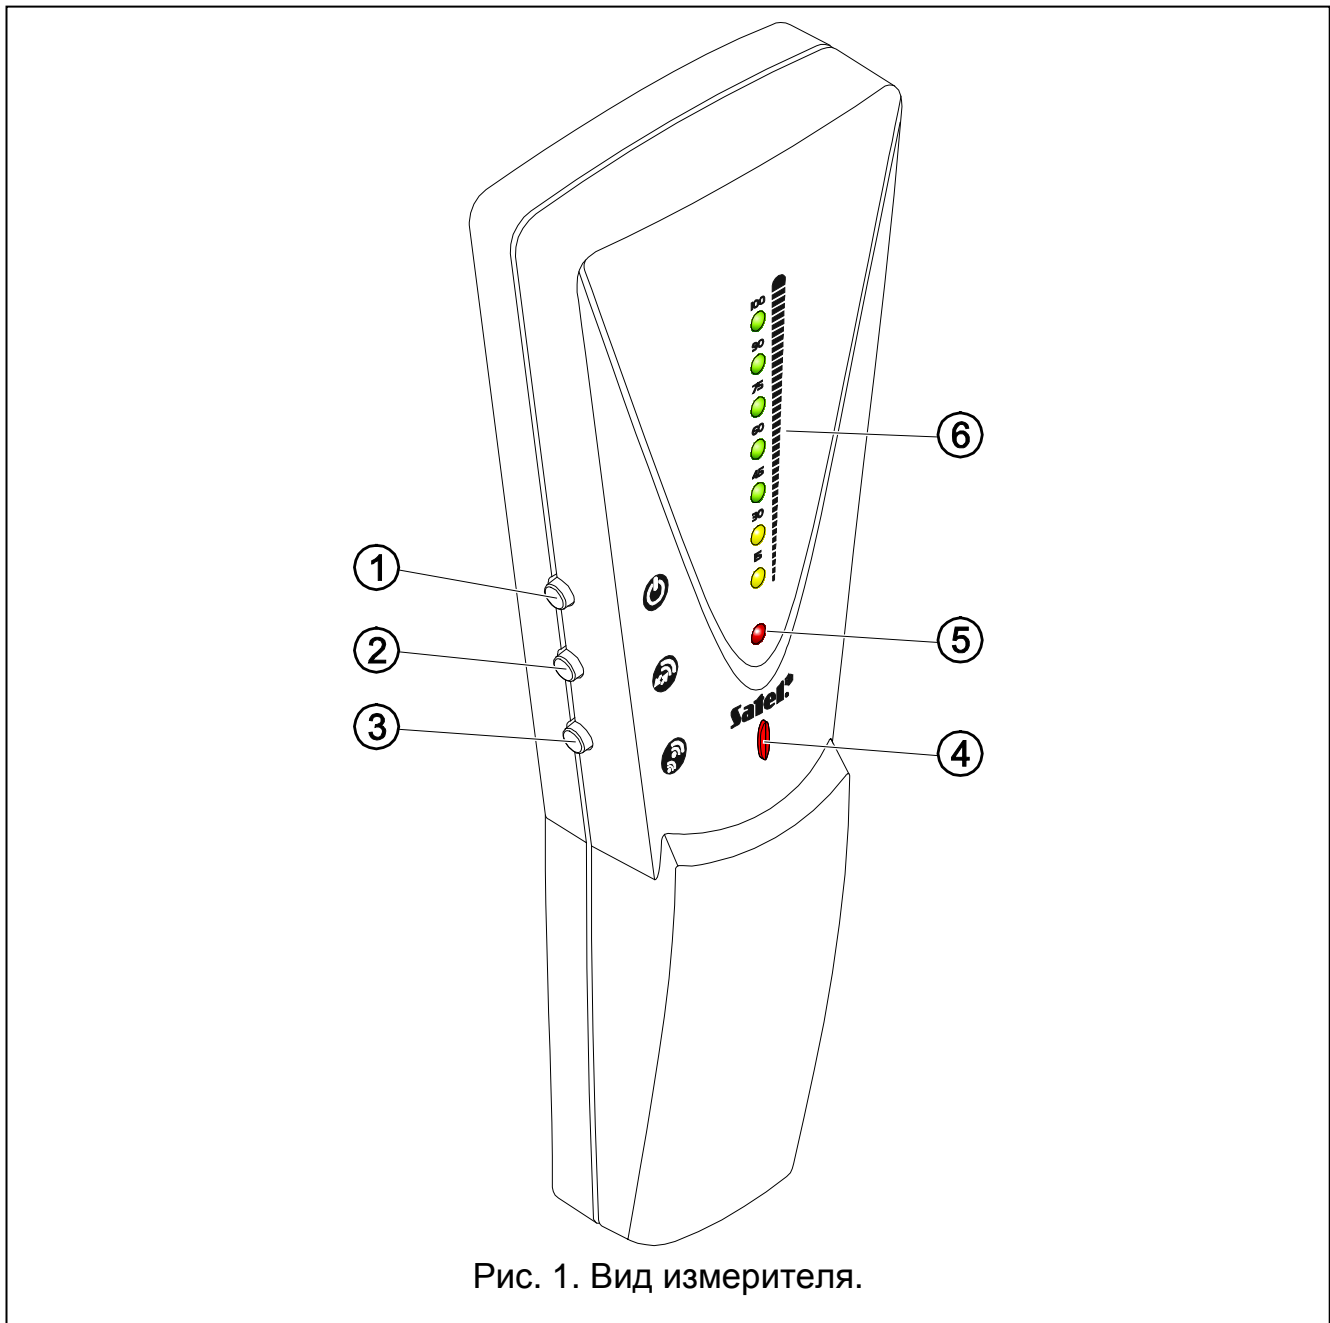

Рис. 1. Вид измерителя.
Пояснения к Рис. 1:
- 2 – **кнопка** (обозначенная ) **позволяет выбрать рабочий режим светодиодного индикатора**. После включения ARF-100 светодиодный индикатор показывает уровень сигнала, принимаемого измерителем от контроллера АСУ-100. Данный режим сигнализируется включением красного светодиода (обозначенного на Рис. 1 цифрой 5). Нажатие кнопки переключает индикатор в режим отображения информации об уровне радиосигнала, принимаемого контроллером от измерителя (красный светодиод начинает мигать). Очередное нажатие кнопки опять переключает рабочий режим светодиодного индикатора.
- 3 – **кнопка** (обозначенная ) **позволяет выбрать режим питания беспроводного устройства, имитируемого измерителем**. Режим питания сказывается на уровне радиосигнала устройства. ARF-100 после запуска имитирует работу беспроводного устройства, питающегося от внешних источников. Нажатие кнопки вызывает переключение измерителя в режим имитации беспроводного устройства с батарейным питанием. В этом режиме светодиод, обозначенный на Рис. 1 цифрой 4, светит красным цветом. Если светодиоды индикатора уровня сигнала были включены, то они погаснут и включатся опять только во время следующего опроса, показывая обновленный уровень радиосигнала. В данном режиме светодиоды светят слабее. Очередное нажатие переключает ARF-100 в режим имитации беспроводного устройства, питающегося от внешних источников. Если кнопку удерживать дольше чем 3 секунды, то ARF-100 переходит в режим **частого опроса** и остается в нем, пока кнопка находится в нажатом положении. В режиме частого опроса информация об уровне радиосигнала обновляется каждые 2 секунды. В момент обновления данных об уровне радиосигнала измеритель формирует 2 коротких звука.